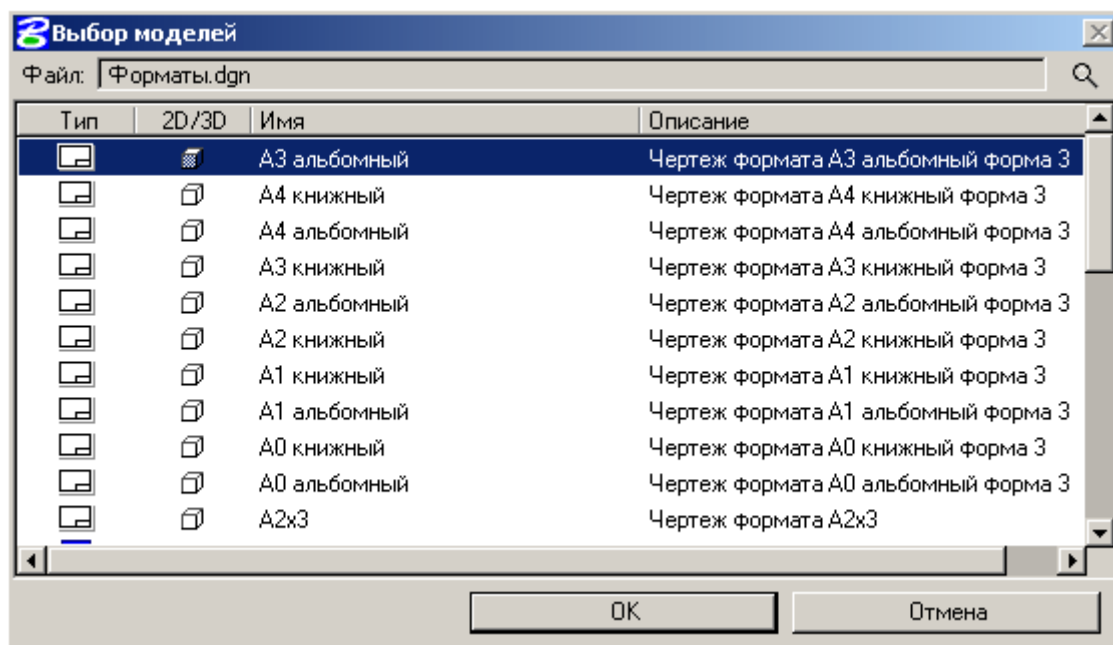

Рисунок 134
- Появится вновь диалоговое окно *Создание модели* (Рисунок 134). В нем написать имя модели, можно записать описание и нажать *OK*.